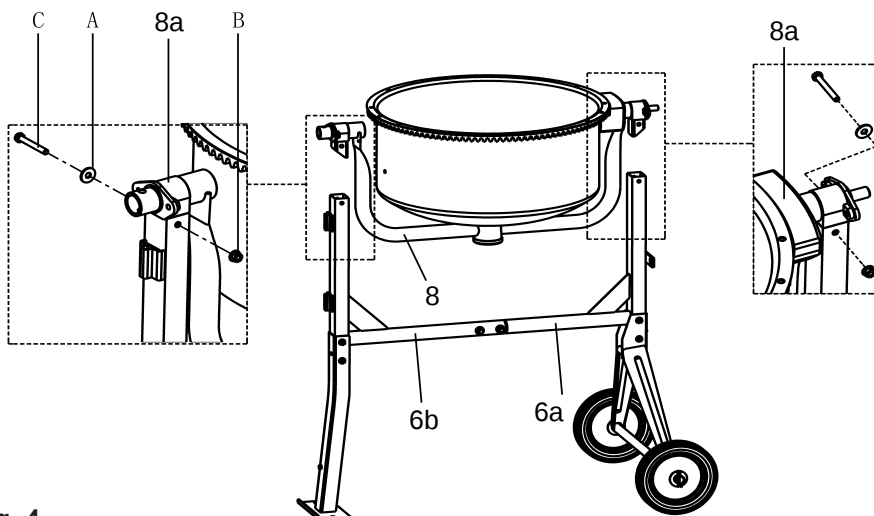

Fig. 4
2. Afixe a conexão com parafusos **(C)**, rolos **(A)** e porcas **(B)** (Fig. 4).